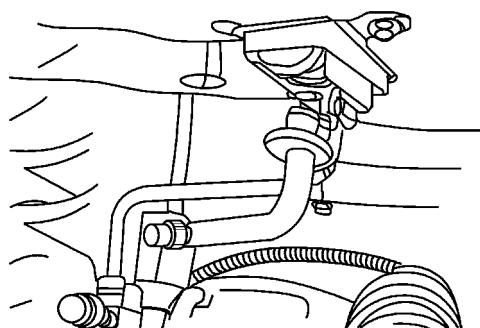

图 5-48 拆卸空气滤清器
3) 按照图 5-48 所示，拆卸空气滤清器壳体螺栓，拆下空气滤清器总成，断开压力传感器，并从前围板上拆卸吸入软管管板的固定螺母。